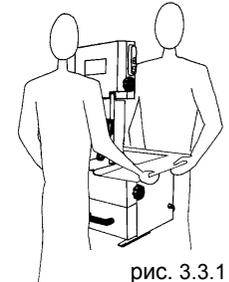

рис. 3.3.1
- Перемещать машину силами не менее двух человек, удерживая ее за рабочую поверхность (рис. 3.3.1), поскольку ее масса составляет 55 кг.